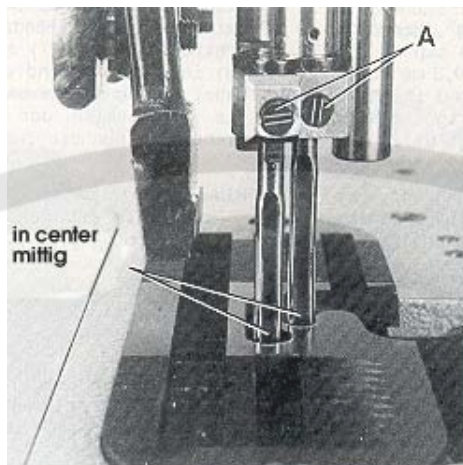
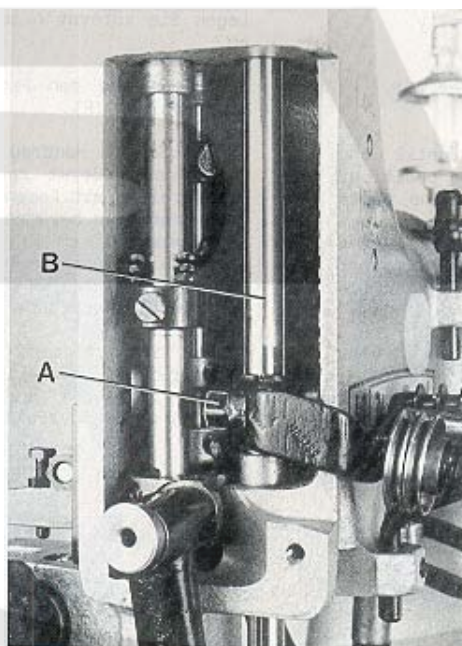
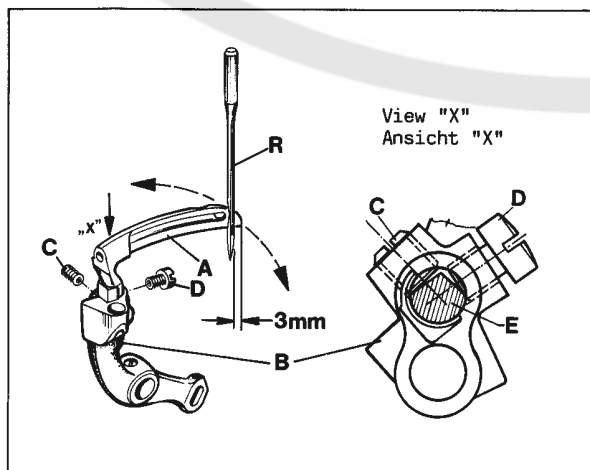

Fig. 3
Fig. 4
Fig.5
Before adjusting the machine insert a new set of needles with the shank as far as possible into the needle holder. The long groove of the needles must point to the front (towards the operator). Tighten the set screws (A, Fig. 3) on the tapered fastening flats of the needle shanks.
Remove the face cover and the finger guard left on the machine head as well as the upper feed dog and the presser foot. Rotate handwheel in operating direction and check if the needles center in the associated needle holes of the throat plate (see Fig. 3). If not loosen clamp screw (A, Fig. 4) in the needle bar connection and turn the needle bar (B) accordingly. Retighten screw (A.). **HINT:** For aligning the needle bar test plate No. 040 37006 0000 can be used in lieu of the throat plate. The test plate is an extra order and charge item.
Remove the cloth plate with hinge plate and throat plate, the feed dog, the throat plate support and the needle guard. Insert the lower looper (A, Fig. 5) into the rear hole of the looper lever (B). Now snug the set screw (C) at the back of the looper lever against the flat on the looper shank (E) so that the lower looper point passes as close as possible to the spot on the back of the right needle (R), without deflecting it. Now tighten the second screw (D) firmly.
Rotate handwheel in operating direction until the point of lower looper (A, Fig. 5) projects 3 mm (1/8") to the right from the right side of the right needle. Lower edge of looper and upper edge of needle eye must be flush in this position. If an adjustment is necessary loosen clamp screw (A, Fig. 4) in the needle bar connection and move the needle bar (B) up or down, as required. Care should be taken not to disturb the alignment of the needle bar when making this adjustment. Retighten clamp screw.
Antes de ajustar la máquina inserte un nuevo juego de agujas, en tal manera que el cabo de la aguja toque el final de la barra de aguja y la ranura de la aguja esté posicionada hacia adelante (en dirección al operador). Apriete los tornillos (A, Fig. 3) en la superficie plana para asentar la aguja.
Remueva la cubierta frontal y el guarda dedos en la carcasa de la máquina, así como también el alimentador superior y el pie prensatelas. Gire el volante en dirección de operación y verifique que la aguja cuadre en el hueco para la aguja en la plancha de aguja. (Ver Fig. 3). Si no, suelte el tornillo sujetador (A, Fig. 4) en la barra de conexión de la aguja y gire la barra de aguja (B) como sea necesario. Apriete el tornillo (A).
Quite la plancha de tela, la plancha articulada y la plancha de aguja, el alimentador, el soporte de la plancha de aguja y el guarda agujas. Inserte el looper inferior (A, Fig. 5) en el hueco posterior de la palanca del looper (B). Acomode el tornillo de sujeción (C) detrás de la palanca del looper contra la parte plana del tronco del looper (E) de manera tal que el que la punta inferior del looper pase lo mas cerca posible del punto en la parte posterior de la aguja derecha (R) pero sin tocarla. Apriete el segundo tornillo (D) firmemente.
Gire el volante en dirección de operación hasta que la punta del looper inferior (A, Fig. 5) sobresalga 3 mm. a la derecha del lado derecho de la aguja. En esta posición, el borde del looper y el borde superior del ojo de la aguja deben estar nivelados. De ser necesario algún ajuste adicional, suelte el tornillo sujetador (A, Fig. 4) en la conexión de la barra de aguja y mueva la barra de aguja (B) hacia arriba o hacia abajo, como sea necesario. Tenga mucho cuidado de no descuadrar la alineación de la barra de aguja mientras efectúe este ajuste. Apriete de nuevo el tornillo sujetador.